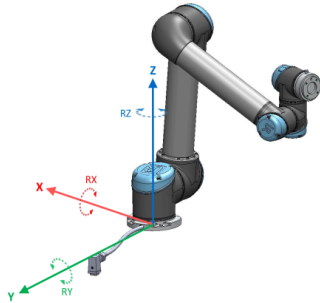

Figure 16.1: ベースのフィーチャー
- ベースフィーチャーは、ロボットベース中心を起点に位置します (図 16.1 参照)